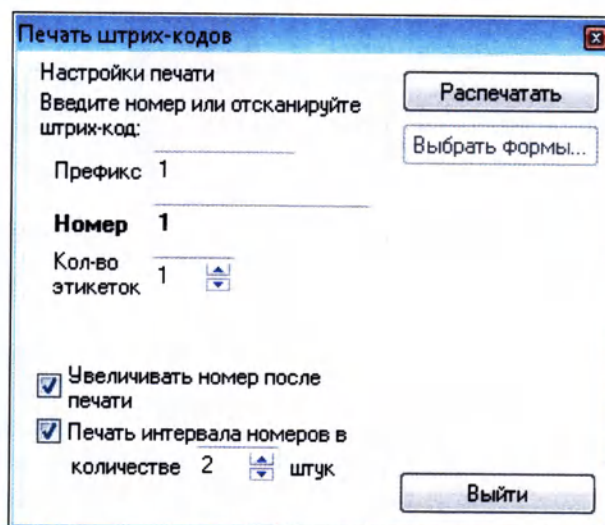

Рисунок 15.28
2. В открывшемся окне введите параметры печати (Рисунок 15.28):